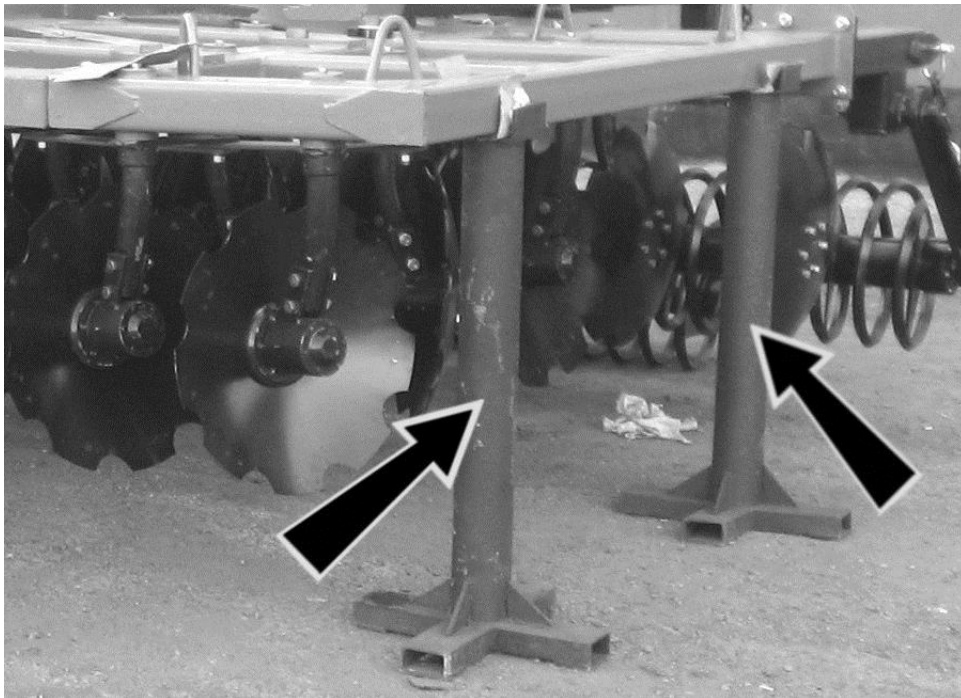

Рис. 4.1.3
4.1.2. Установите раму в сборе со стойками рабочих органов на подставки высотой примерно 750-800 мм (рис.4.1.3). Для удобства установки режущих дисков подставки можно установить большей высоты.